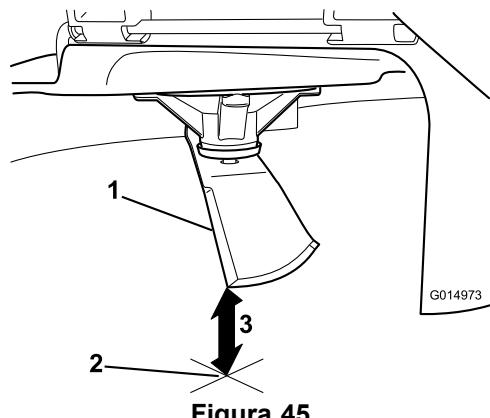

Figura 45
- Mida desde la punta de la cuchilla hasta la superficie plana (Figura 45).